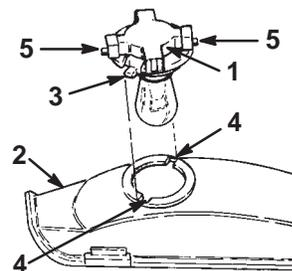

Bild 51
4. Drehen Sie die Birnenfassung um 1/4 Umdrehung entgegen dem Uhrzeigersinn und nehmen die Birne aus dem Reflektor (Bild 51).
2. Richten Sie die beiden Nasen an der Birnenfassung auf die Schlitzlöcher im Reflektor aus und stecken die Birnenfassung in den Reflektor (Bild 51).